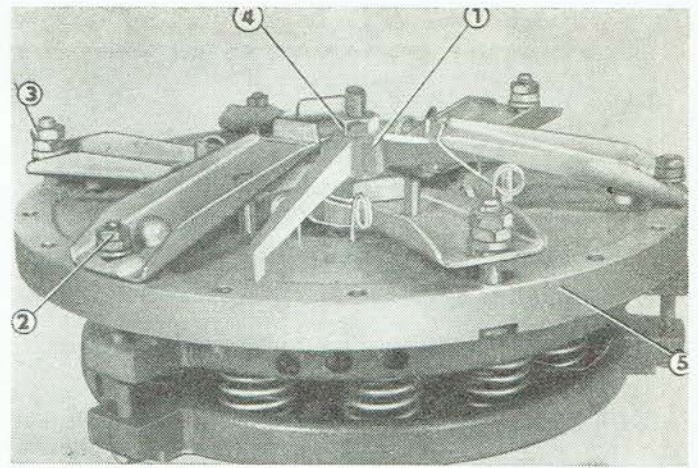

Abb. 53
1. Die Lage der Kupplungsabdeckung ist mittels einer Montage-Vorrichtung (Abb. 53/1) zu sichern.
2. Sechs Muttern M 10 (Abb. 53/2) der Fahrtausrückhebel sind abzuschrauben und die Schrauben abzunehmen.
3. Sechs Muttern M 10 (Abb. 53/3) sind von den Schrauben der Fahrtausrückhebel des Hilfsantrie-
- Die Mutter M 14 (Abb. 53/4) ist vom Gewindebolzen abschrauben und der Dreifuss abziehen. Dadurch wird die Kupplungsabdeckung gelockert (Abb. 53/5). Nach Abnahme der Abdeckung kann die Kupplung demontiert werden.